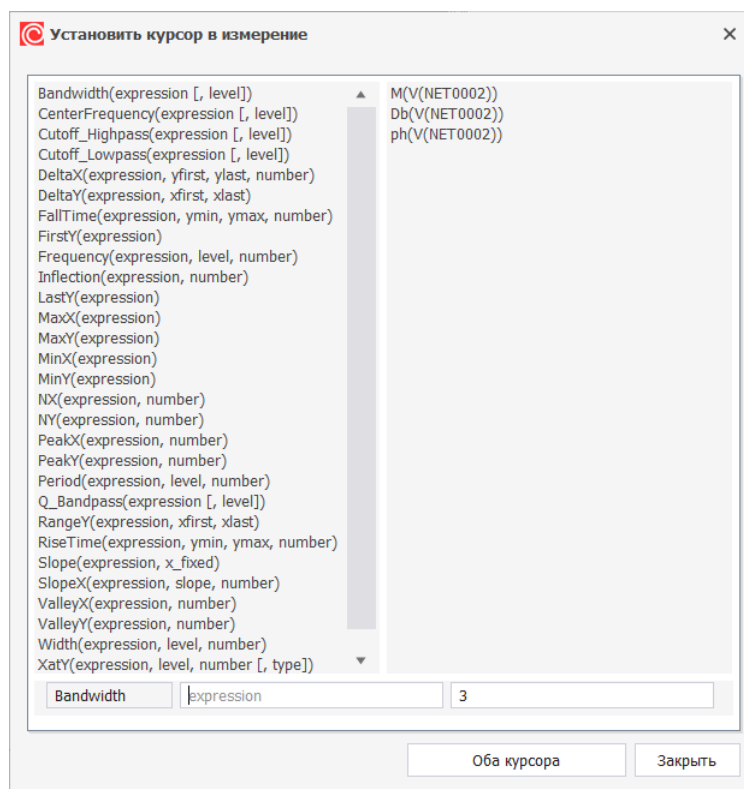

Рис. 148 Окно установки курсоров в измерение
- Главное меню «Графики» → «Курсоры» → «Установить в измерение...», см. Рис. 148.